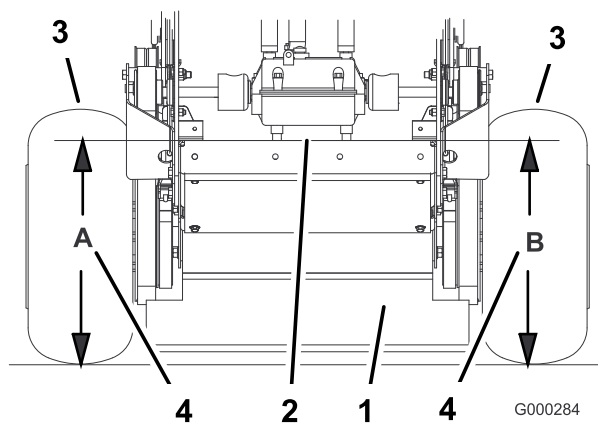

Figura 62
4. Mida la altura de la plataforma del motor en la posición **A** (Figura 62).
5. Mida la altura de la plataforma del motor en la posición B (Figura 62).